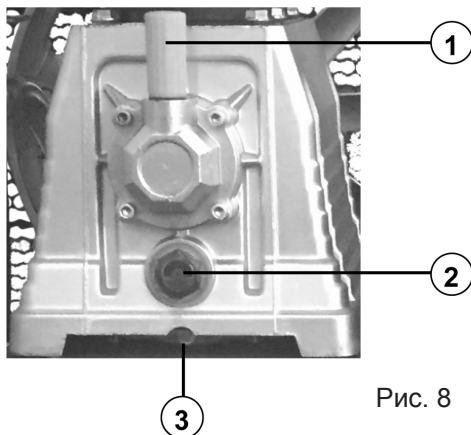

Рис. 8
- 1.Открутить сапун 1 (Рис. 8). Сапун закрывает маслосливное отверстие.
- 2.Подставить под пробку маслосливного отверстия сборную емкость и открутить пробку маслосливного отверстия 3 (Рис. 8)